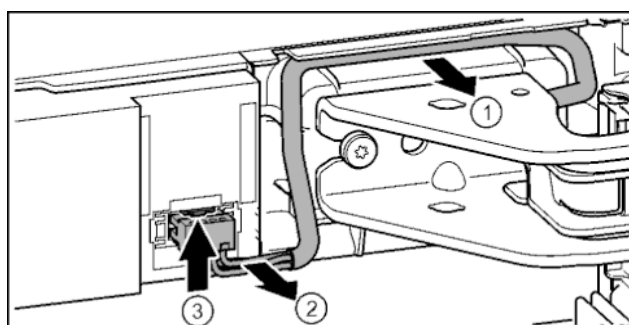

Fig. 22
- Осторожно освободить кабель над опорным кронштейном из направляющей. Fig. 22 (1)
- ▶ Аккуратно вытянуть жилы кабеля из канала. *Fig. 22 (2)*
- ▶ Прижать соединительную накладку вверх и осторожно вынуть штекер. *Fig. 22 (3)*